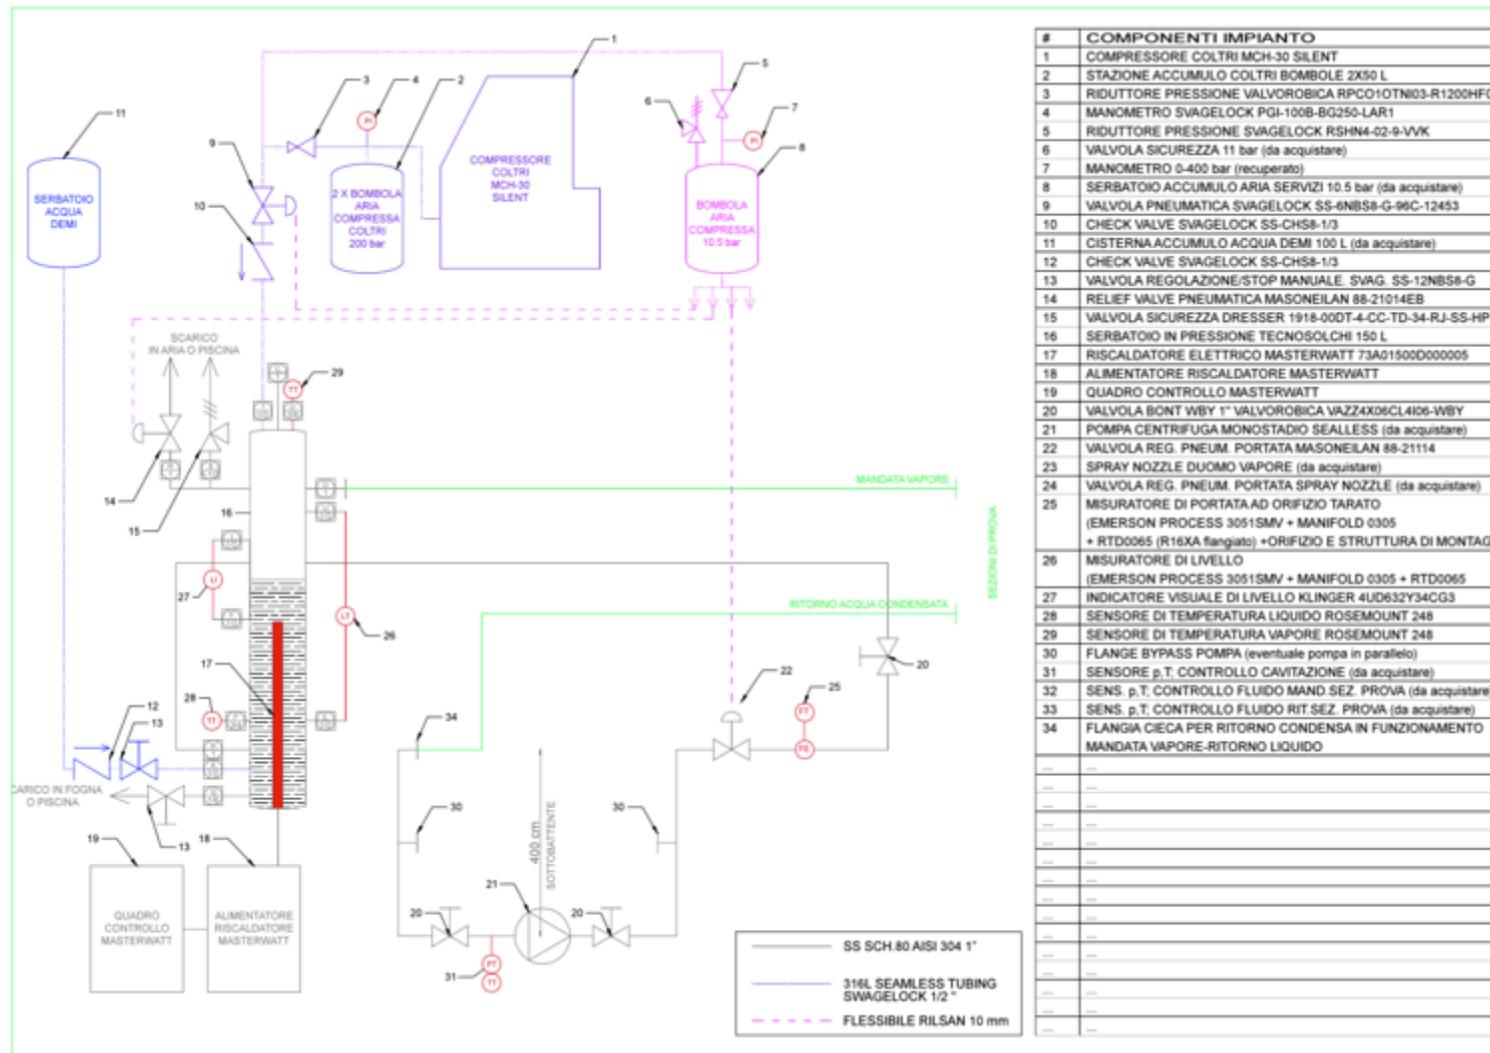

Fig. 14 - Schema logico di connessione dei componenti del loop termoidraulico SWINGER in configurazione "CIRCUITO VAPORE-LIQUIDO"
- **CIRCUITO VAPORE-LIQUIDO** (Fig. 14): il vapore saturo prodotto nel duomo del serbatoio è prelevato e mandato all'utilizzazione; a valle della condensazione, il fluido viene condotto all'ingresso della pompa di circolazione che provvede a reintrodurlo nel serbatoio.